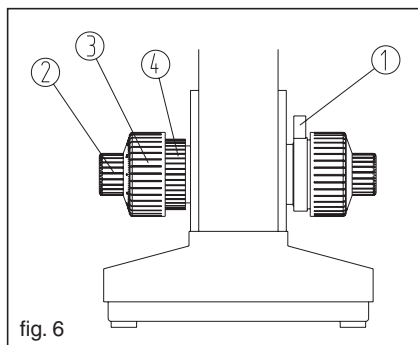

fig. 6
El instrumento utiliza un mecanismo coaxial de enfoque. El pomo regulable de tensión ④ se utiliza para regular la tensión del pomo del enfoque grueso ③ para evitar que la platina se deslice naturalmente. El sujetador pomo ① sirve para evitar que la muestra y el objetivo se puedan tocar. ② es el pomo de enfoque fino. (Fig.6)